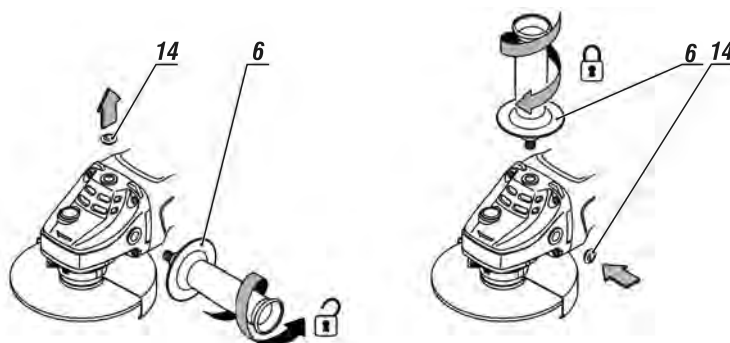

Fig. 2 – Montagem do punho auxiliar
- 1 - Retire o punho auxiliar (6) girando-o em sentido anti-horário, conforme Fig.2;
- 2 - Retire a tampa de proteção da rosca (14);
- 3 - Coloque o punho auxiliar (6) no local desejado;